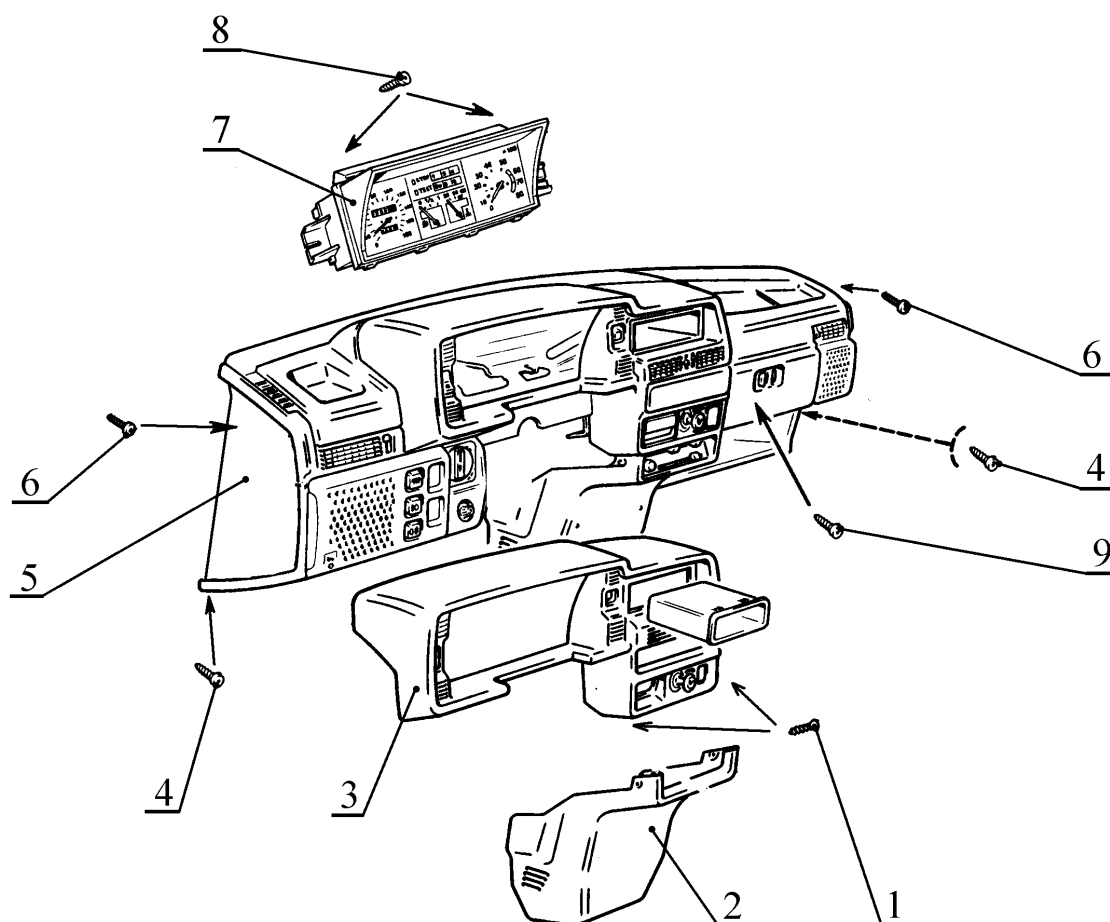

Рис. 2. Панель 21083-5325010 приборов.
11.1 Отвернуть два винта 1, рис.2, снять консоль 2 панели приборов (отвертка крестообразная).